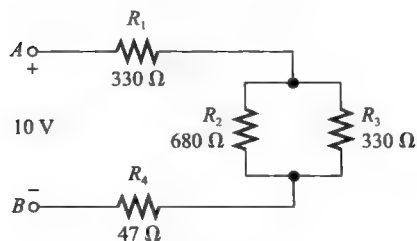

图 6-22
1. 求图 6-22 所示的电路中 A、B 之间的总电阻。
2. 求图 6-22 中流过 R_3 的电流。
3. 求图 6-22 中的 V_{R2} 。